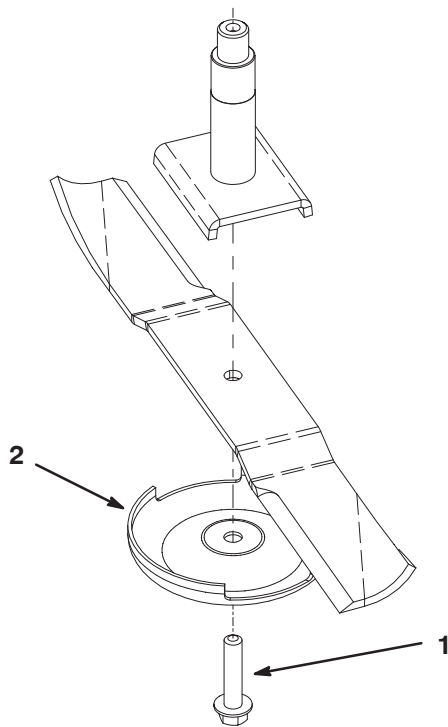

Figure 26
2. Tenez la lame à son extrémité avec un chiffon ou un gant épais. Enlevez le boulon, la coupelle anti-scalp et la lame de l'axe de pivot (Fig. 26).